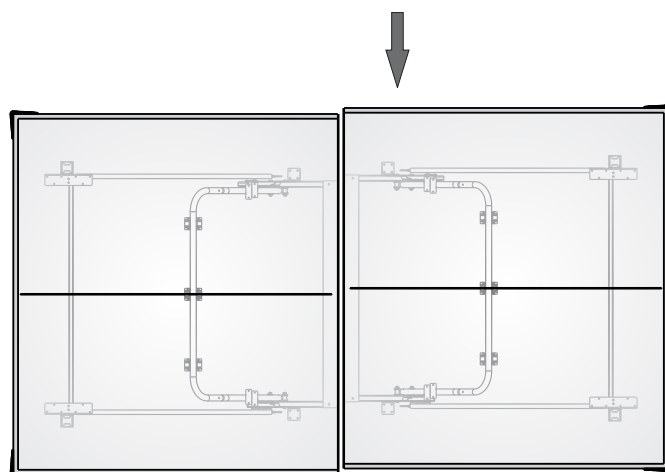

Figura 10
SI LA MESA NO ESTA ALINEADA CORRECTAMENTE: (ver **Figura 10**)
3. Con la ayuda de otros dos adultos, empuje las dos mitades de la mesa hasta que estén alineadas las dos mitades y volver a apretar las tuercas con alas (#32) como se muestra en la **Figura 10**.